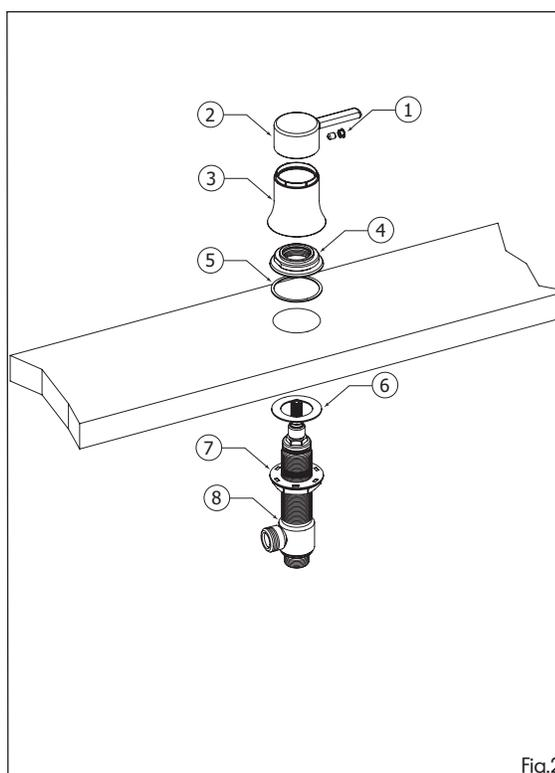

Fig.2
A) Insert the cold water valve (8) and bottom tie-down kit (6 & 7) from underneath the deck and secure with top tie-down kit (4 & 5). Repeat this step with the hot water valve.
B) Afterwards, if needed (see Fig.2) tighten bottom tie-down kit (6 & 7). Install both hot and cold water handles (2&3) onto the valves and secure them with set screw (1).
A) Insérer la valve d'eau froide (8) et les pièces d'assemblage du bas (6 & 7) par en dessous de la surface et les fixer à l'aide des pièces d'assemblage du haut (4&5). Répéter cette étape avec la valve d'eau chaude.
B) Ensuite, si besoin (Fig.2), si besoin, serrer l'écrou en plastique (6&7). Installer les poignées d'eau chaude et froide (2&3) sur les valves et les fixer avec les vis de retenue (1).